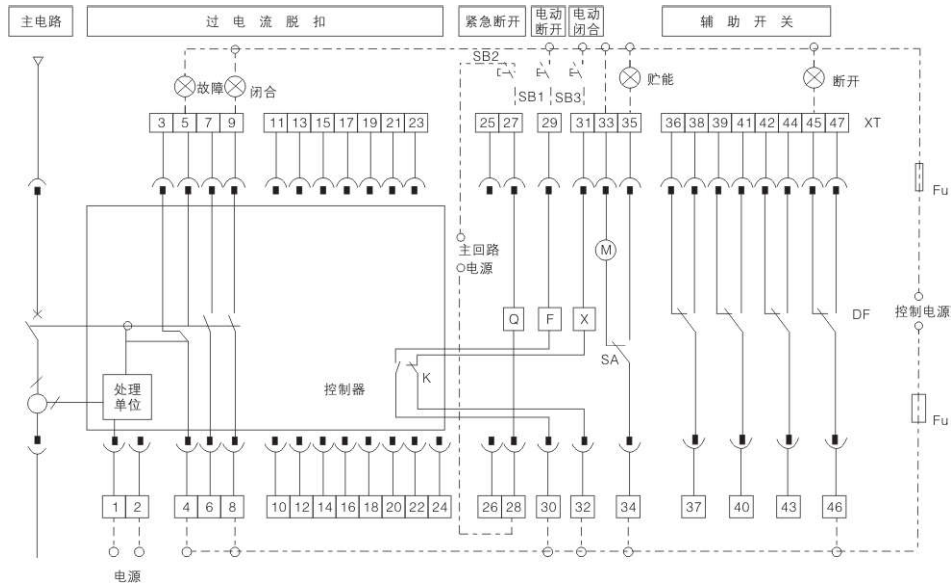

图13c 配L或M型智能控制器的断路器二次回路接线(辅助触头为四组转换触头)
• CFW1-2000、3200、4000断路器辅助开关由四组转换接触头组成的二次回路接线图，见图13c